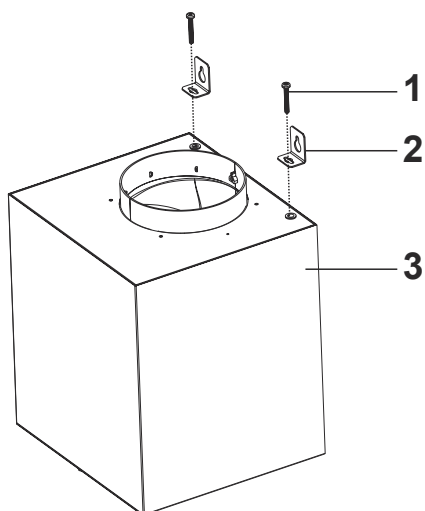

Fig. 19
7. Om motorkabinettet ska hängas upp, använd de 2 x M5x35mm skruvarna och 2 x upphångningsbeslagen och montera dem på motorkabinettet (Fig. 19).